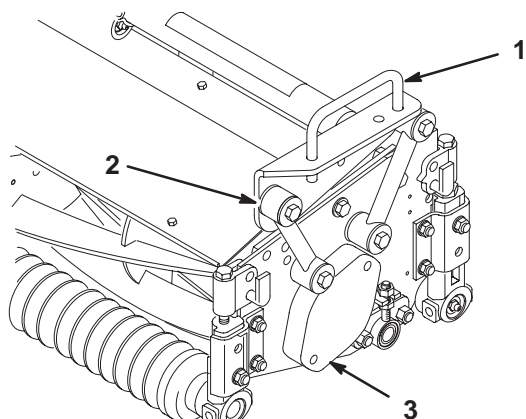
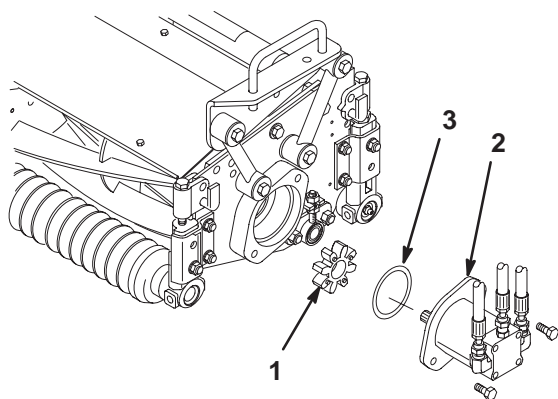

Figure 5
Figure 9
2. Placez un bâti porteur sur chaque plateau de coupe en alignant les trous de fixation avec les biellettes de montage (Fig. 5).
3. Fixez chaque biellette au bâti porteur avec une vis d'assemblage (3/8 x 2-1/4"), 2 rondelles plates et un contre-écrou, comme illustré à la Figure 5. Placez une rondelle de chaque côté de la biellette lors du montage. Serrez à 42 Nm.
2. Déposez le couvercle du logement de roulement (Fig. 5) de l'extrémité intérieure du plateau de coupe droit. Posez le couvercle et le joint (fourni avec le plateau de coupe) sur l'extrémité extérieure. Repérez l'accouplement en étoile (Fig. 9) expédié dans le logement de roulement.
3. Placez le joint torique (fourni avec le plateau de coupe) sur le flasque du moteur d'entraînement (Fig. 9).
4. Posez le moteur et l'accouplement en étoile sur l'extrémité d'entraînement du plateau de coupe et fixez-les avec 2 vis d'assemblage fournies avec le plateau de coupe (Fig. 9).